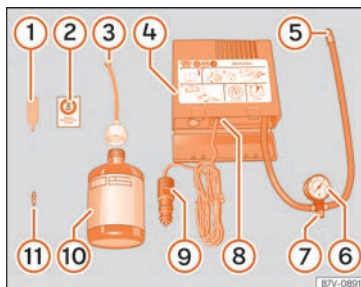

Fig. 71 Representación estándar: contenido del kit antipinchazos.
- Desenrosque la caperuza y el obús de la válvula del neumático. Utilice el aparato »» fig. 71 ① para extraer el obús. Colóquelo en una superficie limpia.
- Agite con fuerza la botella de sellante de neumáticos »» fig. 71 ⑩.
- Enrosque el tubo de inflado »» fig. 71 ③ en la botella de sellante. El precinto de la botella se romperá automáticamente.
- Retire el tapón del tubo de llenado »» fig. 71 ③ y enrosque el extremo abierto del tubo en la válvula del neumático.
- Vuelva a colocar el obús con el aparato »» fig. 71 ① en la válvula del neumático.
- Enrosque el tubo de inflado del neumático del compresor »» fig. 71 ⑤ en la válvula del neumático.
- Compruebe que el tornillo de evacuación de aire está cerrado »» fig. 71 ⑦.
- Acople el conector »» fig. 71 ⑨ a toma de corriente de 12 voltios del vehículo »» pág. 171.
- Conecte el compresor de aire con conmutador ON/OFF »» fig. 71 ⑧.
- Pegue el adhesivo »» fig. 71 (2) en el cuadro de instrumentos, dentro del campo visual del conductor.